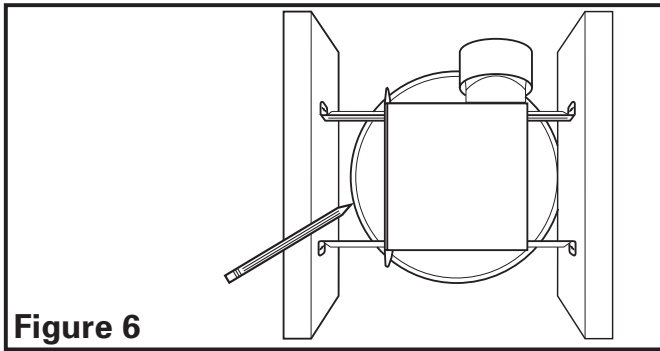

Figure 6
- Installation des Traverses de Montage:** placer le châssis en position entre les solives et tracer un contour sur le matériau du plafond (Figure 6). Mettre le châssis de côté et découper l'ouverture, en prenant soin de ne pas couper ou endommager des câbles électriques dissimulés ou autres utilités. Installer les traverses sur le châssis et positionner le châssis dans le trou percé précédemment afin qu'il soit à effleurement avec le plafond fini. Fixer les extrémités des traverses aux solives (Figure 4).